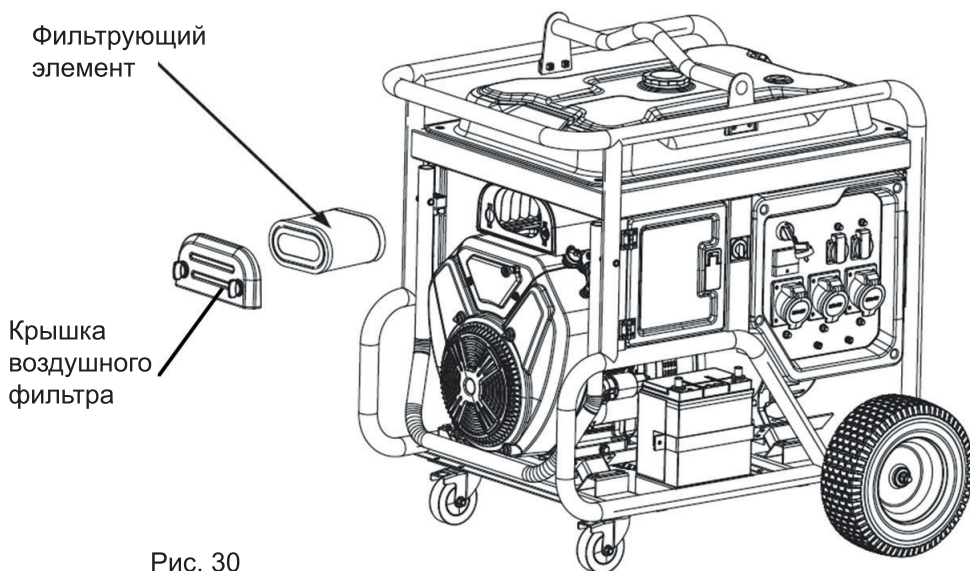

Рис. 30
1. Снимите крышку воздушного фильтра, открутив два винта крепления (рис. 30)